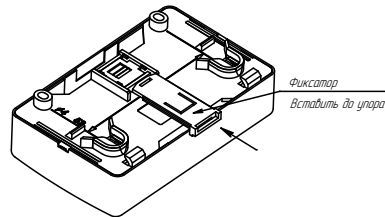

Рисунок 4
- б) при установке на стену (рисунок 4):